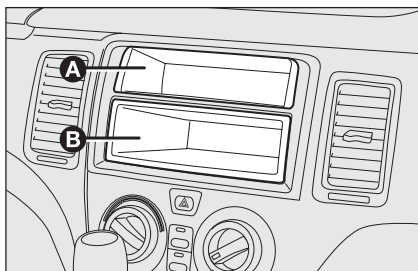

fig. 2
- con vano porta oggetti **A** fisso e vano (DIN) **B** estraibile per installazione autoradio **fig. 2**;